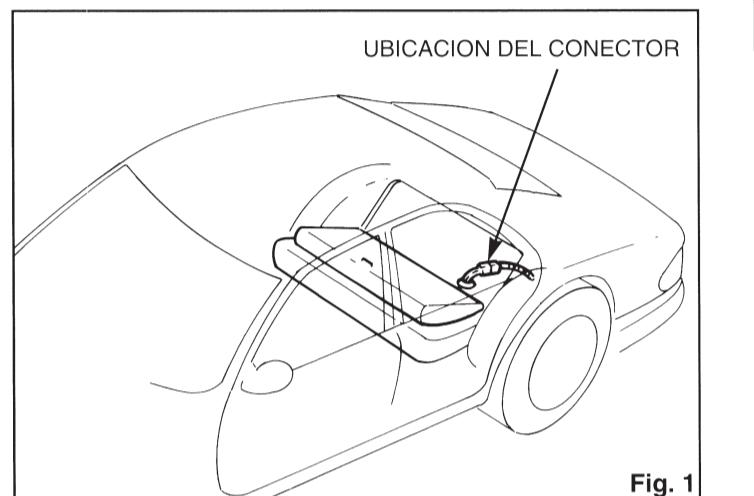

Fig. 1
A) Antes de elevar el vehículo se debe desconectar la conexión eléctrica ubicada detrás del asiento trasero del lado del conductor y a través del panel de metal del baúl (ver Fig 1).